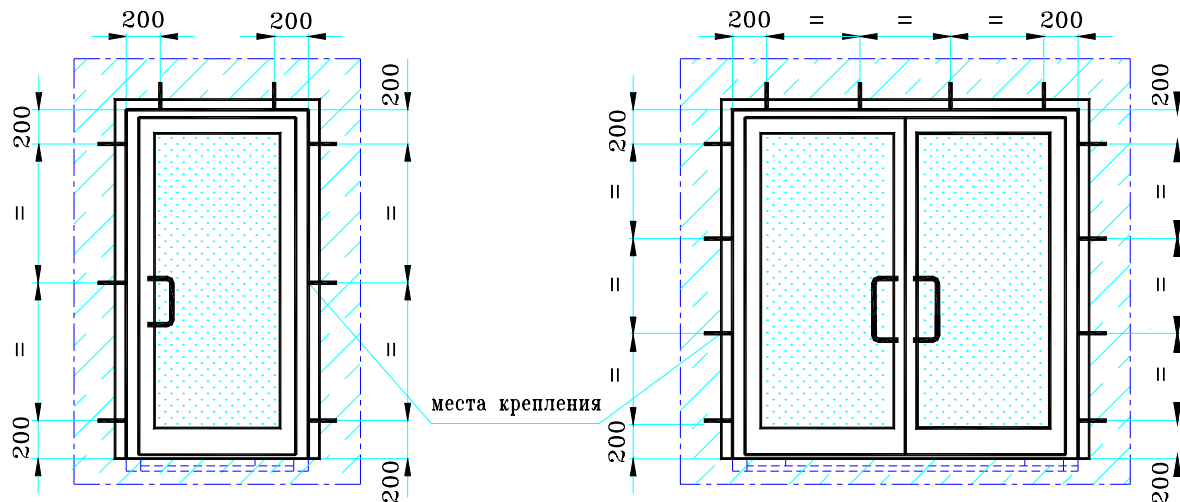
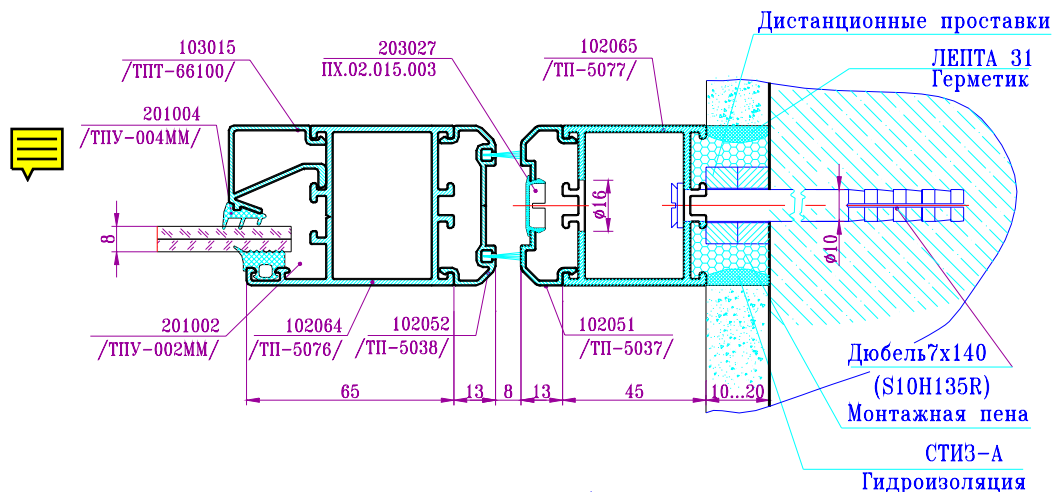
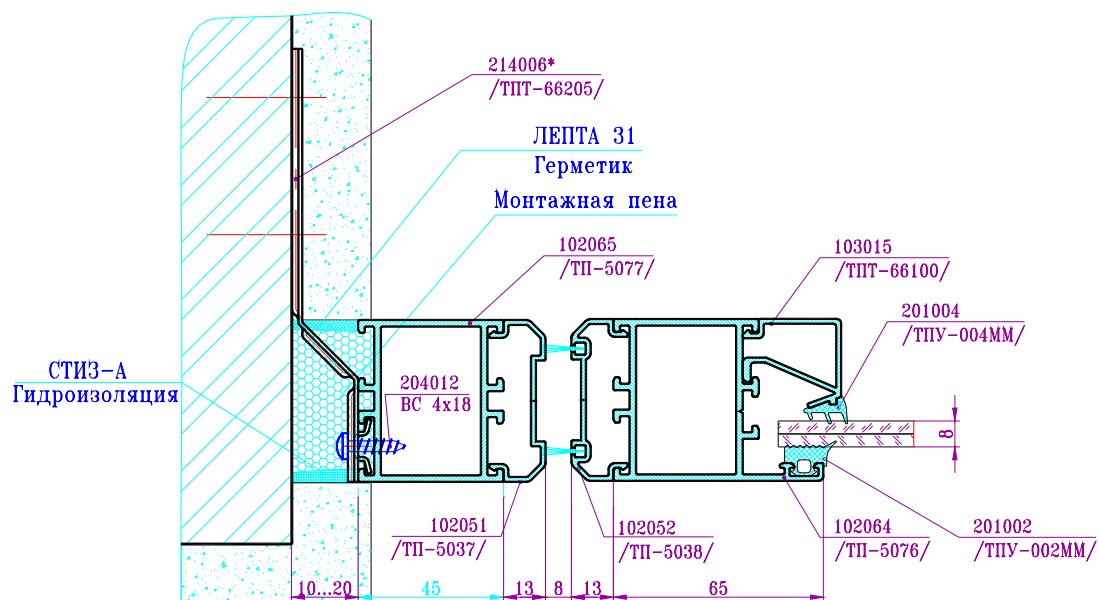

Рис.7-5 Схема крепления дверей в проеме
Рис.7-6 Узел крепления дверей дюбелями
Рис.7-7 Узел крепления дверей анкерными пластинами
- Определиться со способом крепления дверей в проеме (рис.7-6 или рис.7-7);
- Просверлить в косяке (при варианте крепления по рис.7-6) и проеме стены отверстия, согласно рекомендуемых схем крепления (рис.7-5), под дюбель  $\Phi 10$  мм;
- Выполнить водо- и пароизоляцию стыка, согласно инструкциям на используемые материалы (рис.7-6, рис.7-7);
- Просверлить в косяке и проеме стены отверстия, согласно рекомендуемых схем крепления (рис.7-5), под дюбель  $\Phi 10$  мм;